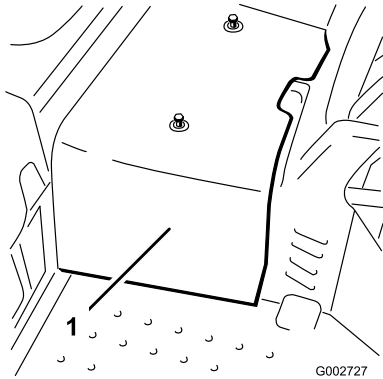

Figura 45
2. Allentate le 2 viti che fissano la protezione centrale alla macchina, e togliete la protezione (Figura 45).